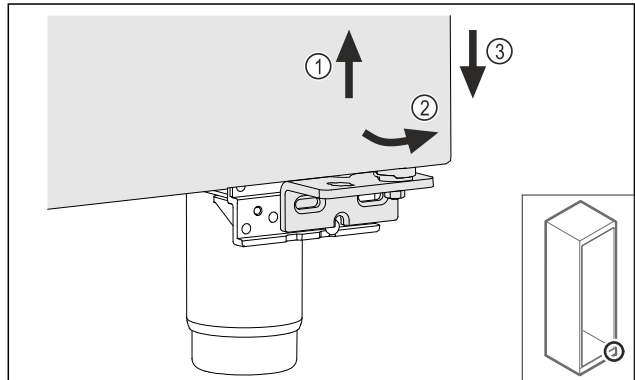

Fig. 19
- Nadvihnite zľahka dvere Fig. 19 (1), dole ich preklopte dopredu Fig. 19 (2) a spustite dolu Fig. 19 (3).